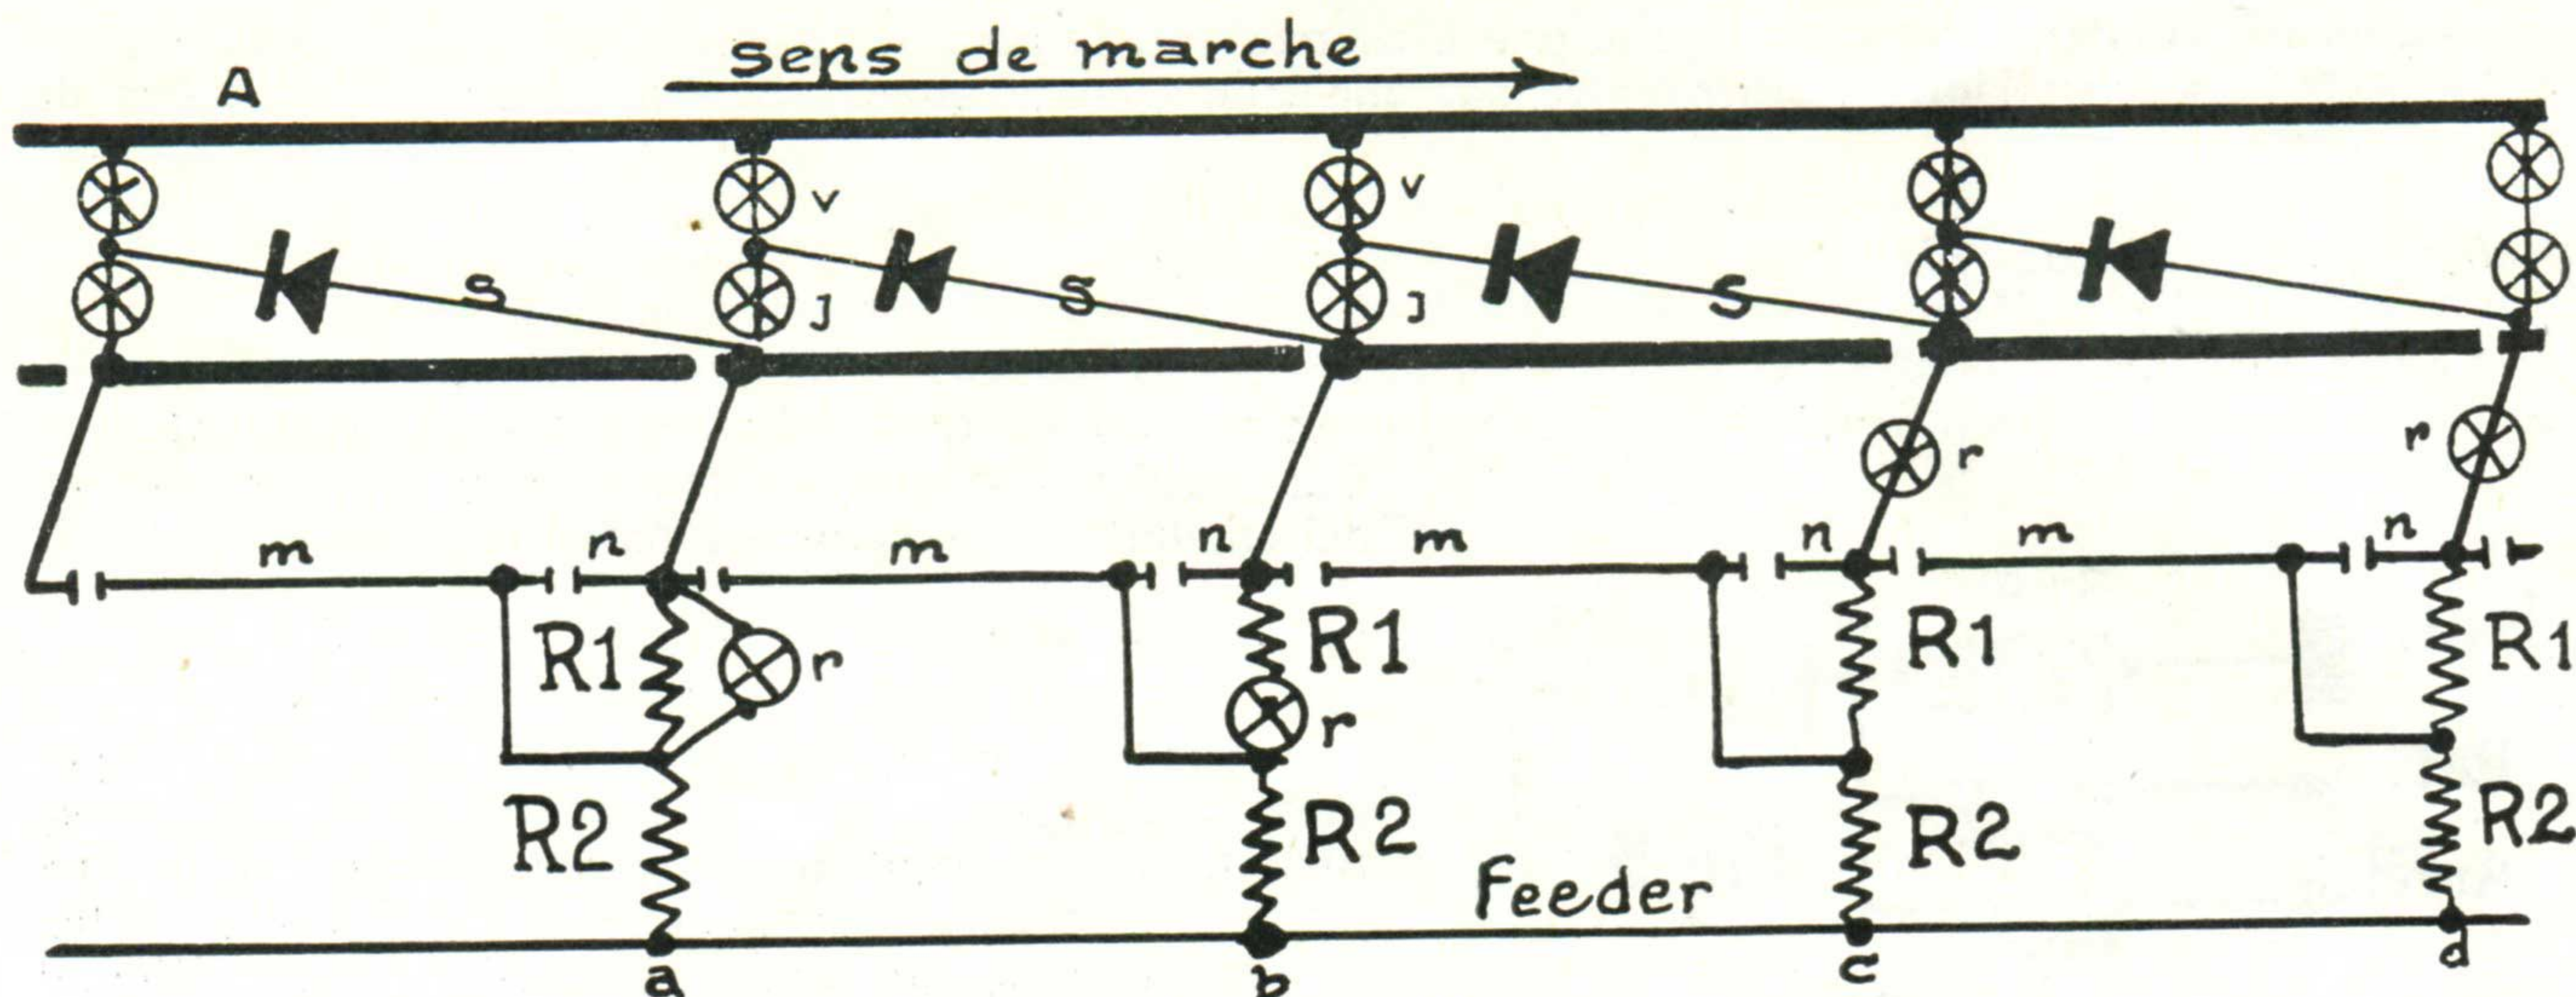

Fig 8
Considérons la figure 8, le troisième rail, alimentant les moteurs de traction, est divisé en deux sections, l'une longue :  $m$ , alimentée, à partir du feeder, par une résistance  $R_2$ , l'autre courte :  $n$ , alimentée par la précédente au travers une résistance  $R_1$  et reliée à la section S du signal suivant.
b) En série dans la liaison de  $S$  à  $n$  (fig 8, c, d).